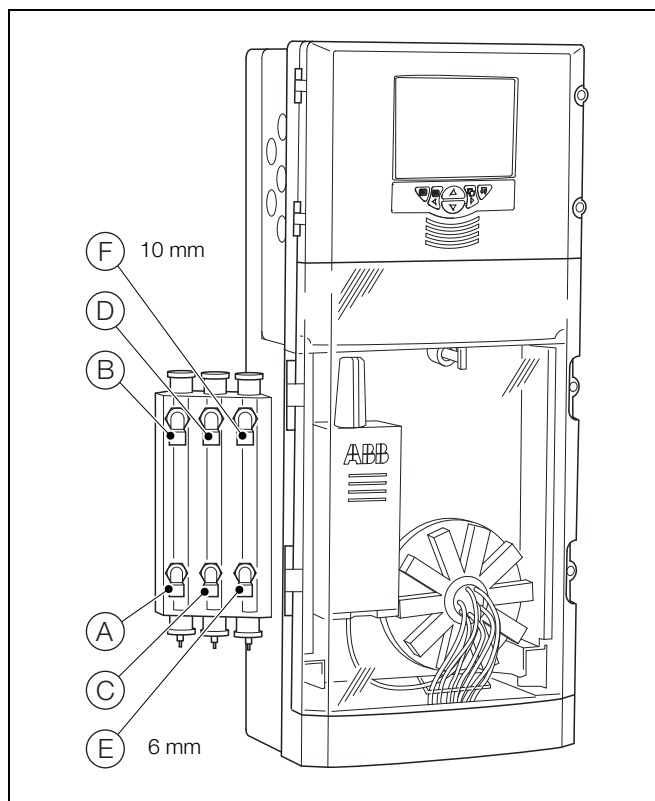

Fig. 4.11 Ligar a(s) linha(s) de entrada e drenagem da amostra – Multi-amostras
A(s) linha(s) de drenagem da amostra (B), (D) e (F) (ver Fig. 4.11) devem ser encaminhadas para manter uma drenagem alimentada pela gravidade.